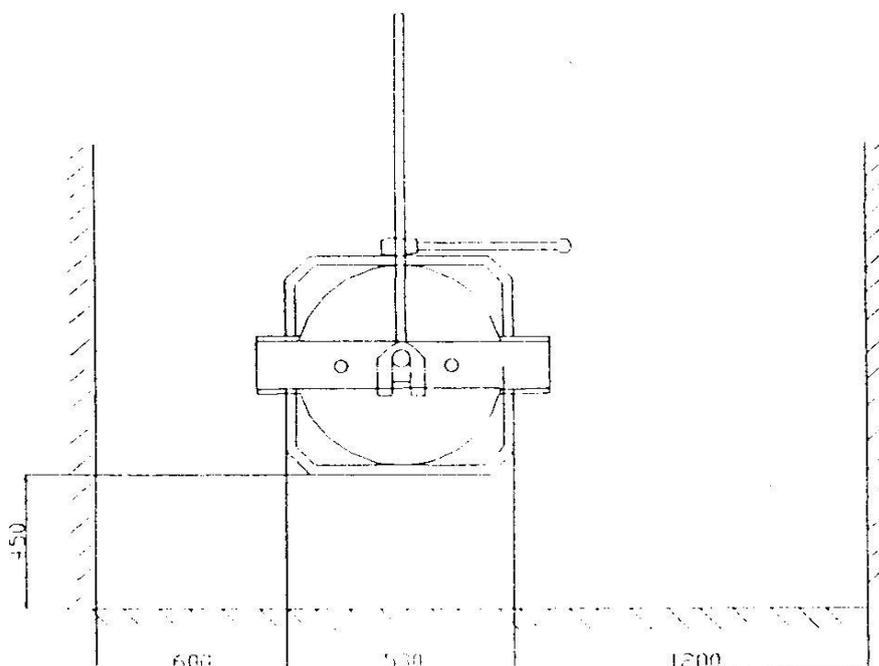

Рис. 5
5. Поставьте машину на место установки и подложите амортизатор с ножкой машины, чтобы предотвратить сотрясение, затем с помощью дрели просверлите винт и закрепите машинку с помощью дюбеля (как показано на рис. 5).